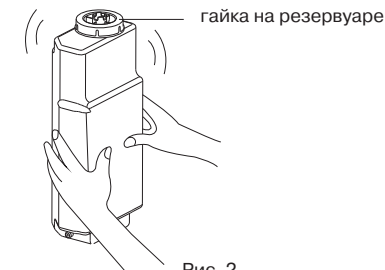

Рис. 2
- 2) Потрясите резервуар несколько раз, слейте воду и уберите полотенце. Промойте резервуар чистой водой (рис.2).